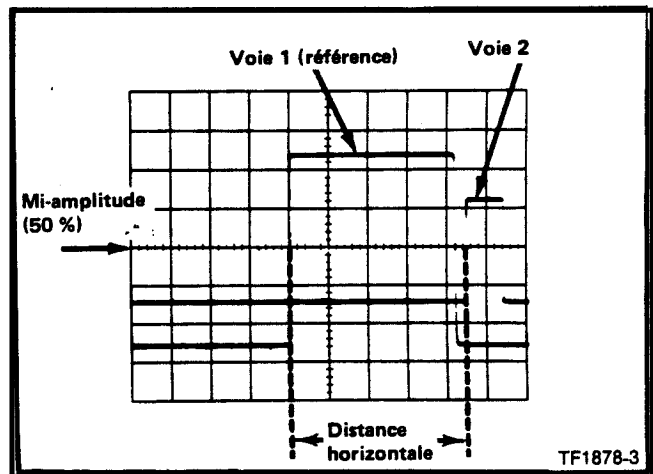

Fig. 2-7. Mesure de temps entre 2 impulsions.
10. Mesurer la distance séparant le signal de la voie 1 et celui de la voie 2 (voir Fig. 2-7).